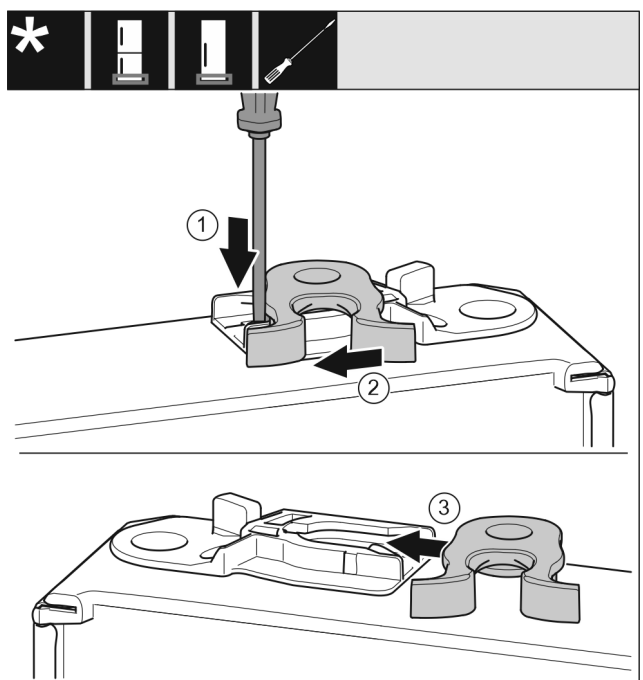

Fig. 17
- Tryck ner flärpen med en spårskruvmejsel. Fig. 17 (1)
- Dra ut låsbygeln ur fästet. Fig. 17 (2)
- Skjut in låsbygeln i fästet på andra sidan. Fig. 17 (3)